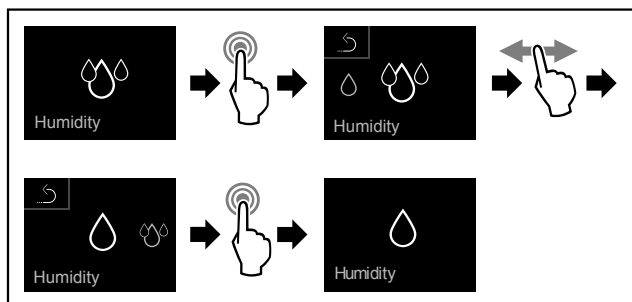

Fig. 70
- Udfør handlingstrinene (se Fig. 70).